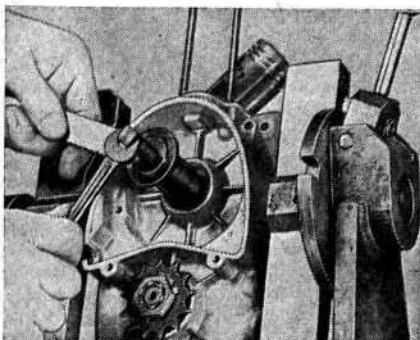

Рис. 32
При замене уплотнительного резинового кольца Гуфери (29) на левой стороне кривошипного механизма необходимо демонтировать всю первичную передачу (отдел 33). При помощи съемника Н 12 кольцо вынимается (рис. 32). Для вытяжки уплотнительного кольца применяется тот же съемник (кольцо 29). С другой стороны коленчатого вала уплотнительное кольцо снимается после предварительного демонтажа магнита. Уплотнительное кольцо (30) вторичной передачи вытянется после демонтажа звездочки вторичной передачи (отдел 30). Новые уплотнительные кольца устанавливаются при помощи деревянной киянки и наталкивающего приспособления Н 56. Также можно пользоваться прессом. При установке уплотнительного кольца следить за тем, чтобы не сбить пружину кольца. Перед установкой оставляются уплотнительные кольца смоченными в моторном масле, чтобы были более эластичными.